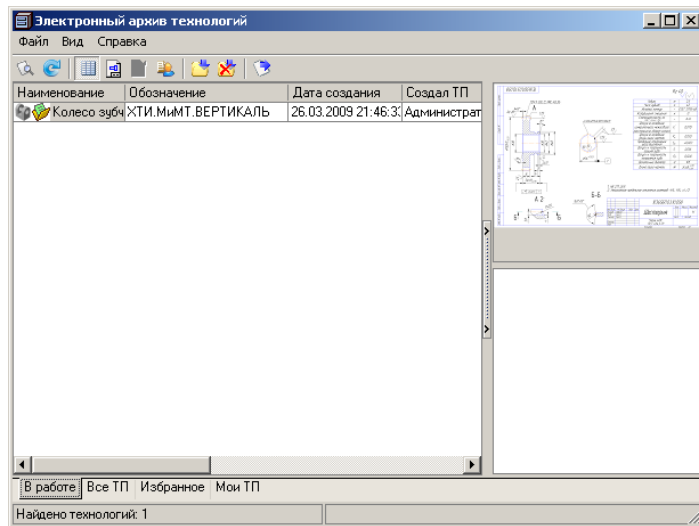

Рис.15
46. В результате сохранения ТП в Электронном архиве на экране откроется вкладка **В работе** электронного архива (рис. 15).